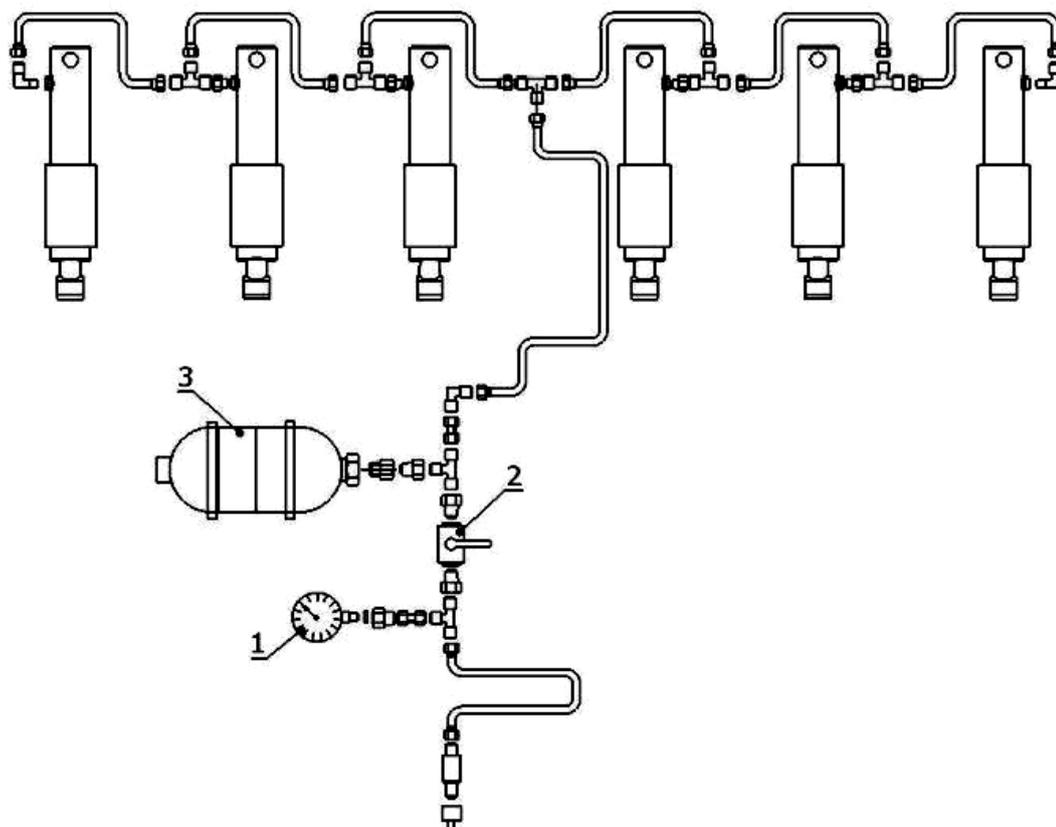

Рисунок 4.
При комплектации агрегата системой защиты «NON STOP» соберите её согласно схемы (рис. 4)
- Отрыть кран (2) (рис. 4) и нагнетать масло в систему до тех пор, пока манометр не покажет давление между 145 и 160 атмосфер.
- Закрыть кран (2) (рис. 4).